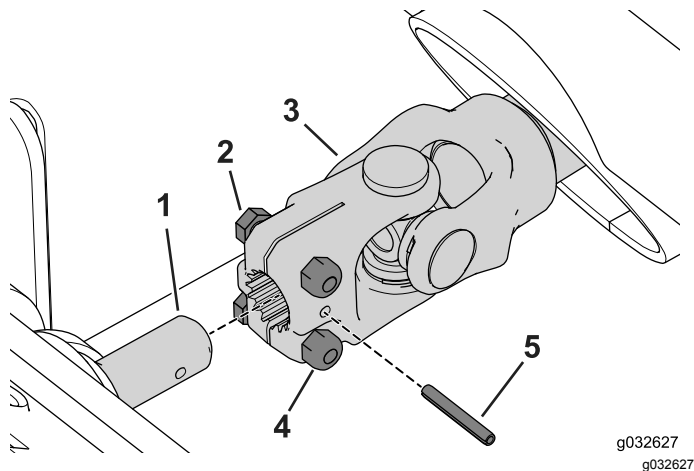

図 102
2. 駆動シャフトをギアボックスのシャフトに固定しているボルト2本についているロールピンを取り、キャップスクリューをゆるめる 図 102。